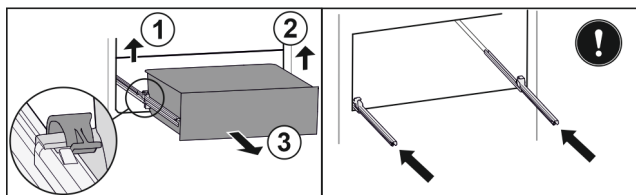

Fig. 113
- Sollevare il morsetto sinistro e allo stesso tempo tirare in avanti il cassetto sinistro. Fig. 113 (1)
- Sollevare il morsetto destro e allo stesso tempo tirare in avanti il cassetto destro. Fig. 113 (2)
- Rimuovere il cassetto tirandolo in avanti. Fig. 113 (3)